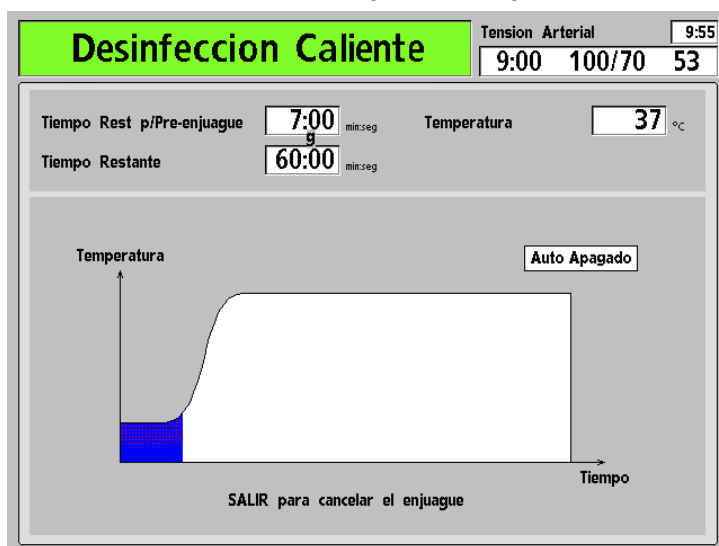

Figura 60 – Pantalla “Desinfección Caliente”
2. Desde la pantalla “Seleccione el Programa”, toque en **Desinfección Caliente** para iniciar el programa Desinfección Caliente. La pantalla “Desinfección Caliente” aparece en la pantalla del panel de control (vea Figura 60). Si la máquina no fue enjuagada antes de esto, automáticamente ejecutará un enjuague corto (siete minutos) o un enjuague extendido (20 minutos), según la configuración de la máquina en Modo de Servicio.